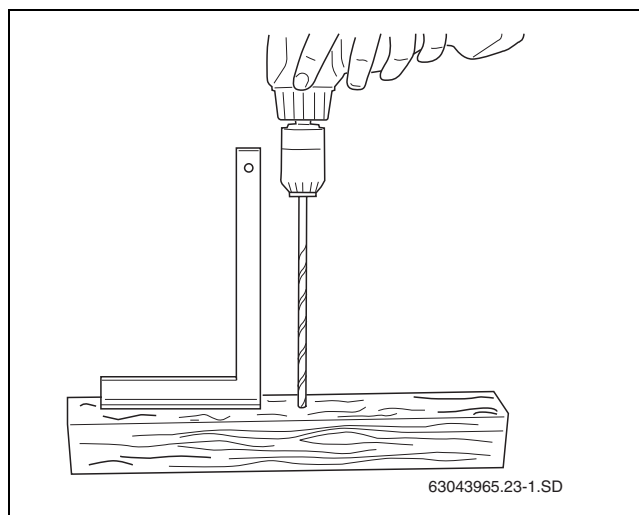

Fig. 21 Realizarea șablonului de găurit
- ▶ Folosiți o grindă lungă de aproximativ 0,50 – 1,00 m. Perforați vertical în grindă un orificiu de trecere (Ø 6 mm) (Fig. 21).